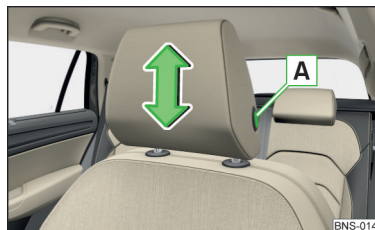

Fig. 82
► Pour le **réglage de la hauteur**, maintenez le bouton de verrouillage **A** et poussez l'appuie-tête dans la direction souhaitée » fig. 82.